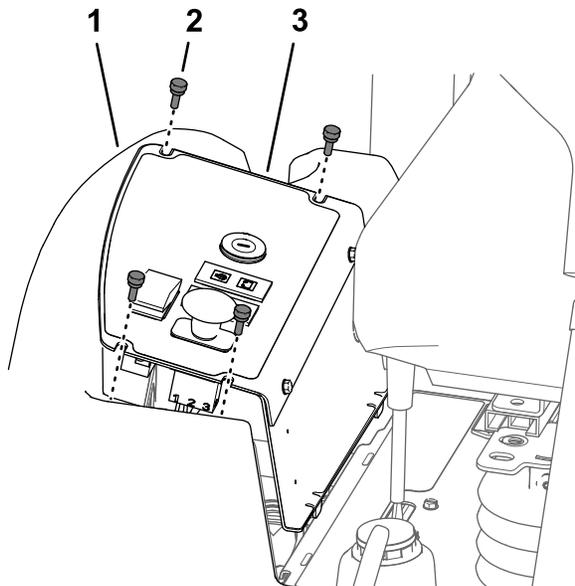

図 54
1. コントロールパネルのプレートを機体に固定しているねじ4本を外す 図 54。
2. コントロールパネルのカバーを持ち上げる 図 54。
3. コントロールパネルプレートの上にあるスロットを、燃料タンクのフランジの穴に合わせる 図 54。
4. コントロールパネルプレートを燃料タンクのフランジに取り付けるつまみねじ4本 図 54ステップ1 コントロールパネルのプレートを外す (ページ 48)で外したものを使用する。